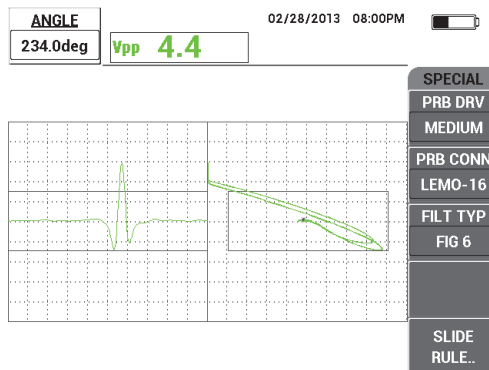

Figura 5-64 Ajuste de ângulo do sinal
6. Pressione a tecla ANGLE () e, em seguida, ajuste o ângulo *liftoff* (movimento da sonda) de modo que fique o mais horizontal possível e os pontos do sinal do sulco par cima (veja Figura 5-64 na página 177).